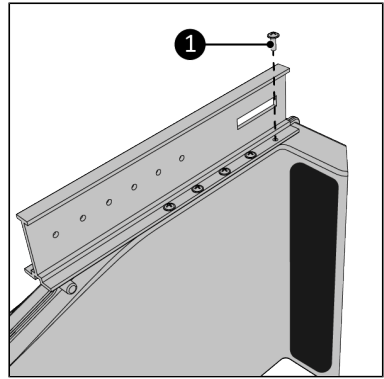

Abbildung 148.
- Schrauben Sie die Hauptschiene mit den zehn Schrauben 3,5 x 10 mm (Abbildung 148, Pos. 1) am Way-out fest. Stellen Sie sicher, dass alle Schraubenlöcher übereinstimmen.